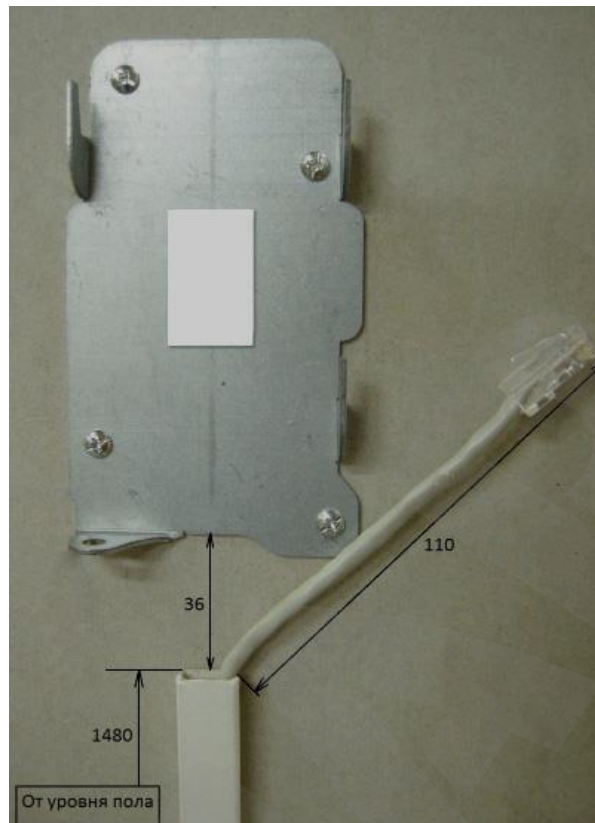

Рис. 4.3
- при использовании открытой подводки кабельной трассы закрепите кабель-канал на стене таким образом, чтобы расстояние от кабель-канала до нижней грани монтажной планки составляло 36 мм. Обеспечьте вывод кабеля типа «витая пара» длиной 110 мм из кабель-канала (Рис. 4.3).